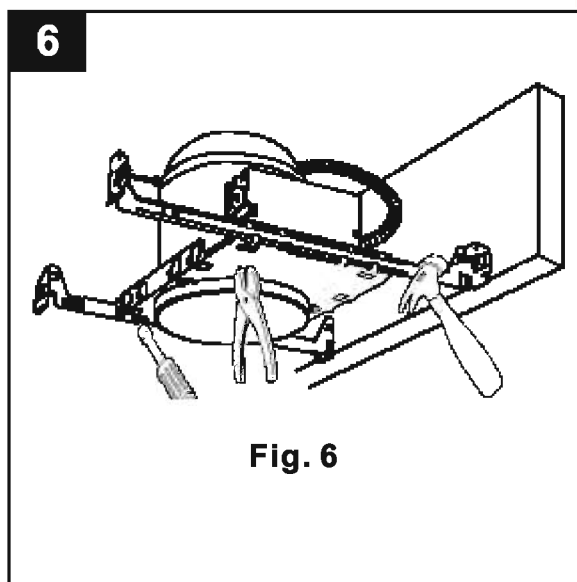

Fig. 6
5. Centrez le luminaire avec l'ouverture. Pour fixer le luminaire au plafond, serrez la vis ou pliez les broches du cadre de plâtre sur les barres de suspension (Fig. 6).
Ajustez le luminaire selon l'épaisseur du plafond en desserrant les vis à tête hexagonale qui fixent le boîtier rond au cadre de plâtre. Réglez le rebord inférieur du boîtier de niveau avec le plafond, puis serrez les vis (Fig. 6).
Option 1 : Cloué sur la solive (Fig. 6).
- Alignez le bas des barres de suspension avec le bas du matériel de lambrisement (Fig. 6).
- Faites passer un clou (vendu séparément) par le trou supérieur de la barre de suspension ou faites entrer le clou fourni dans la solive (Fig. 6).
- Faites passer un clou (vendu séparément) par le trou inférieur de la barre de suspension (Fig. 6).